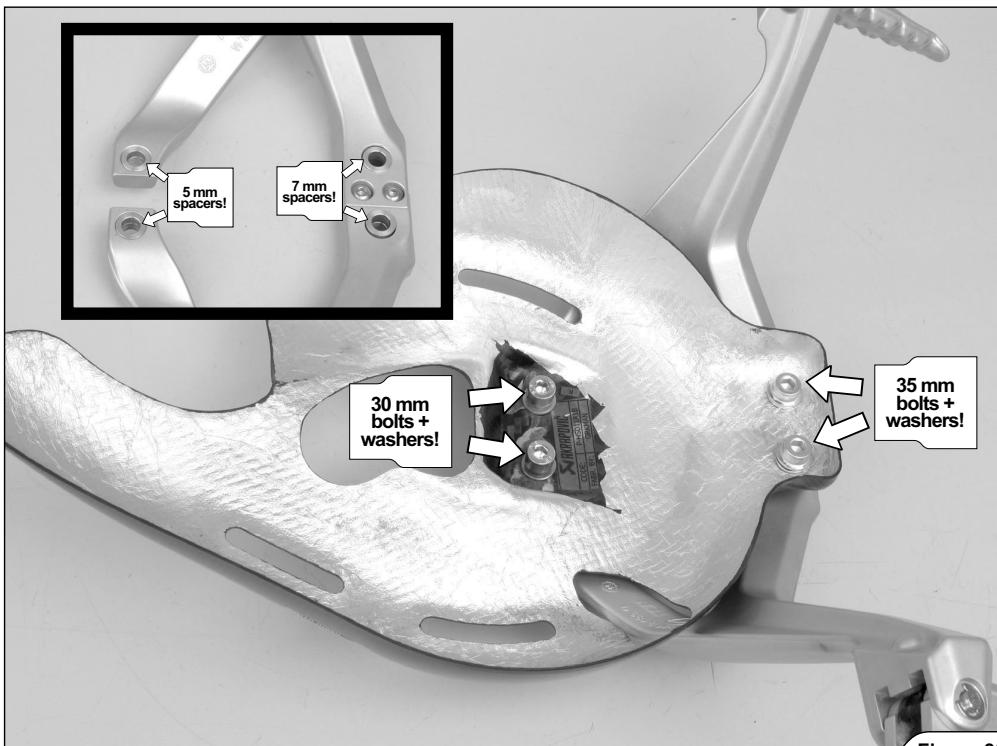

Figure 30
- Seulement pour utilisation avec repose-pieds passager : installer le pare-chaleur et les repose-pieds passager sur le sous-cadre en utilisant les entretoises, les boulons et les rondelles contenus dans le kit d'installation Akrapovič (Figures 30, 31).
- Nur bei Verwendung der Beifahrerfußrasten: den Wärmeschutz und die Fußrasten am Heckrahmen befestigen, dazu die Distanzstücke, die Schrauben und die Unterlegscheiben aus dem Akrapovič Installationskit verwenden (Figure 30, 31).